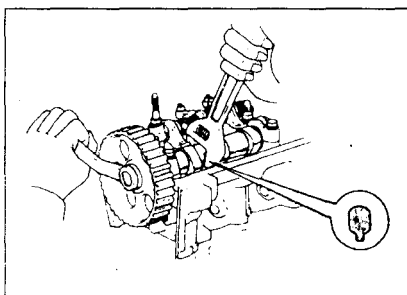

Рис. 3-59.
12. Используя подходящий ключ (на распределвале есть специально предназначенные для этого грани; рис. 3-59), чтобы удерживать распределвал от движения, ослабьте центральный болт шкива распределвала и снимите шкив.